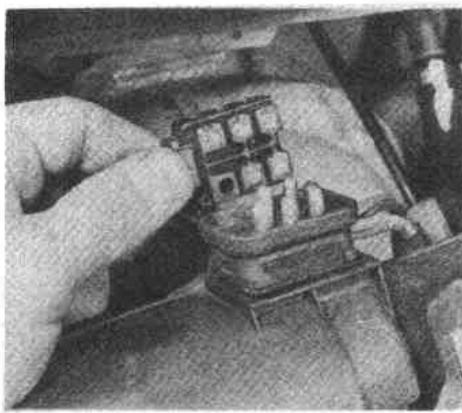

图 5-3-6
(7) 按图 5-3-6 所示，拆下电机导线连接器，然后从车上拆下电机与联动机构总成。
(8) 按拆卸的相反顺序进行安装。